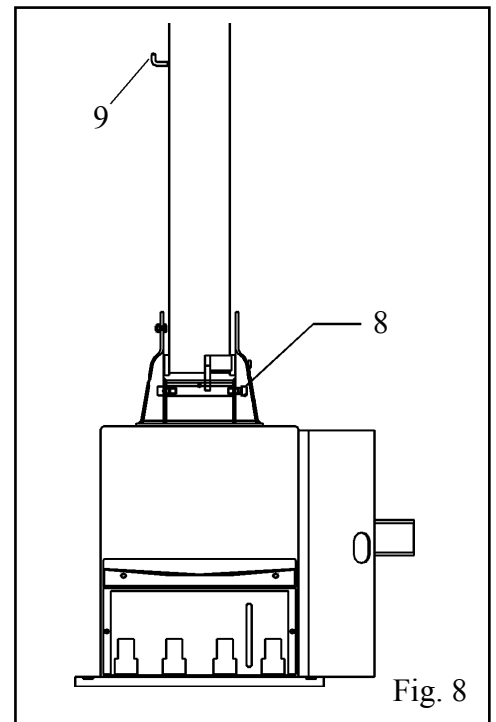

Fig. 8
Serrare la viti (8) indicata in Fig. 8
Serrer la vis (8) indiquée en fig. 8
*Die Mutter (7) **anschrauben aber nicht anziehen**, um die korrekte reibungslose Arbeitsweise Zylinders zu ermöglichen.*
Die Schraube (8) anziehen (Abb. 8)
Der Haken (9) der Reifenfüllpistole auf senkrechtem Arm anschrauben. (Abb. 8)